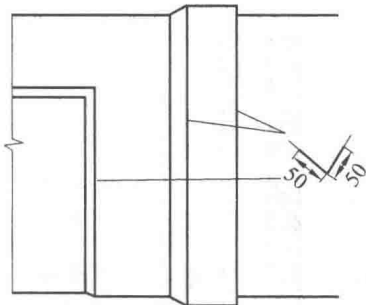

图 1.5 阳角护角线抹灰
(4)阳角护角线抹灰(图 1.5)。室内墙面、柱面以及门洞口的阳角,应用 1:2 的水泥砂浆做护角线,且其高度应等于或高于 2 m,每侧抹灰宽度应等于或者大于 50 mm。